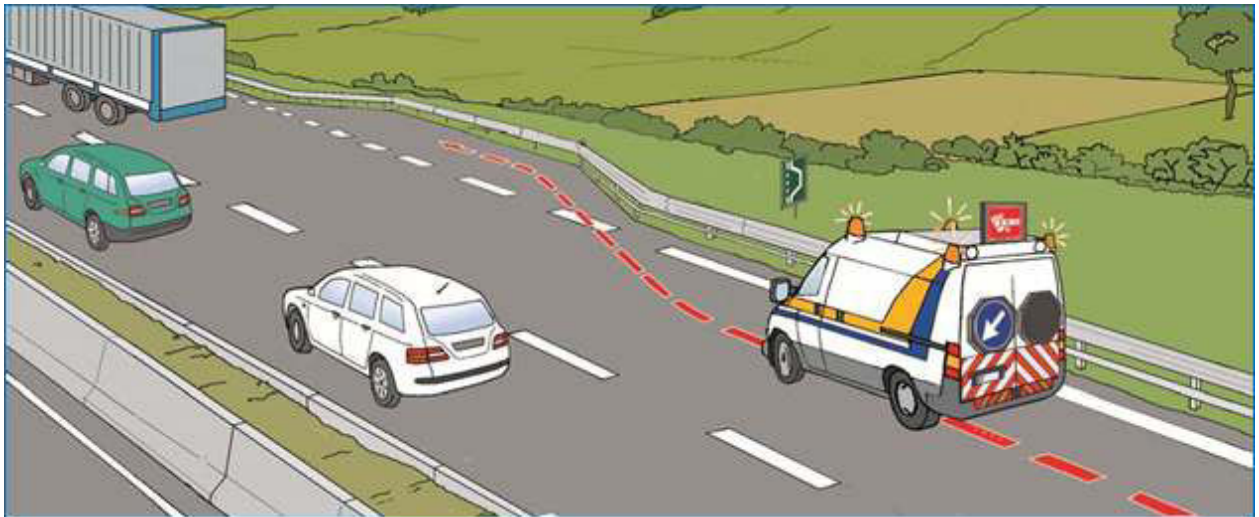

Fig. 14
- accendere l'indicatore di direzione obbligatoria sx, rallentare e una volta raggiunta la velocità di circa 50 km/h, qualora attivabile, attivare il PMV sollevabile, altrimenti attivarlo appena possibile, inserendo il mezzo nella piazzola o nello spazio precedentemente individuato (fig. 14)